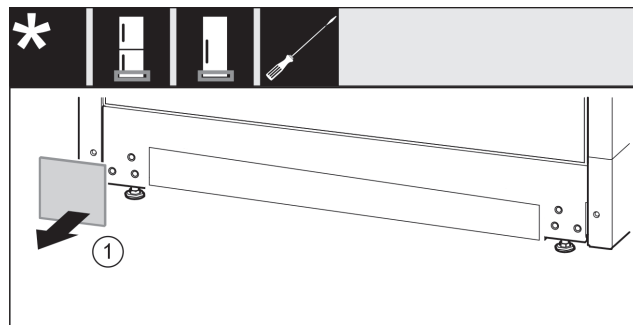

Fig. 14
- ▶ Vegye le a borítást. Fig. 14 (1)